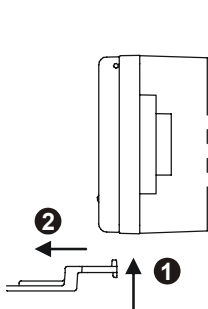

Fig. 7
3. Remove the cover with the key (Fig. 7). Keep the key at a safe location.
3. Entfernen Sie die Abdeckung mit dem Schlüssel (Fig. 7). Bewahren Sie den Schlüssel sicher auf.
3. Retirez le cache avec la clé (Fig. 7). Rangez soigneusement la clé.
3. Retire la cubierta utilizando la llave (Fig. 7). Guarde la llave en un lugar seguro.
3. Rimuovere la copertura con la chiave (Fig. 7).